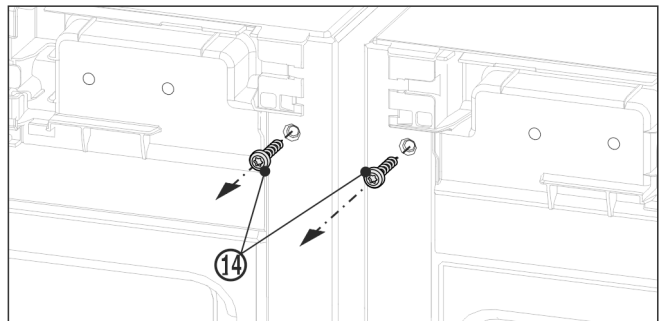

Fig. 12
- ▶ Voor de montage van het bovenste hoekstuk beide aardingsschroeven Fig. 12 (14) eruit draaien.